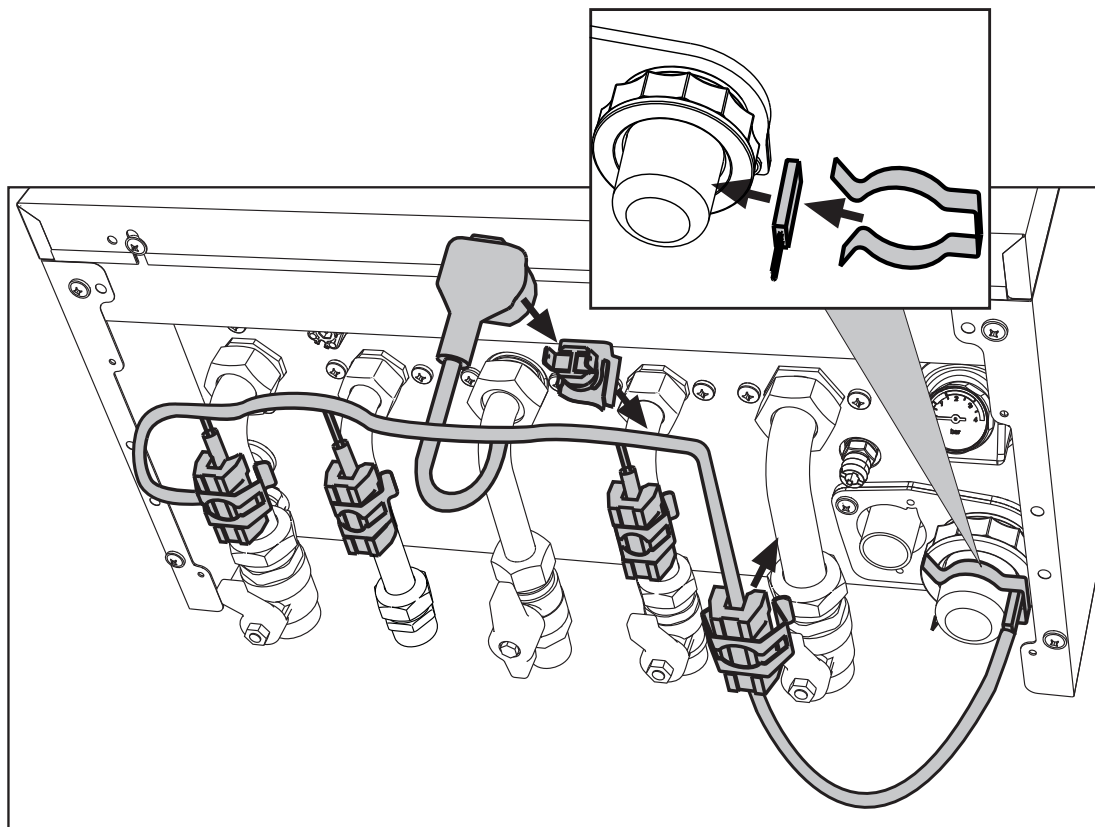

fig. 39- Antivrieskit
In geval van installatie buiten op een plaats die gedeeltelijk beschermd is tegen temperaturen onder -5°C , tot maximaal -15°C , moet de verwarmingsketel uitgerust zijn met een geschikte antivrieskit voor de bescherming van het circuit. Sluit de kit aan op de printplaat in de verbinding die is aangegeven in het schakelschema van fig. 54 (ref. 288) en plaats de thermostaat en de verwarmingen op de leidingen, zoals aangegeven in fig. 39 en de instructies bij de kit.